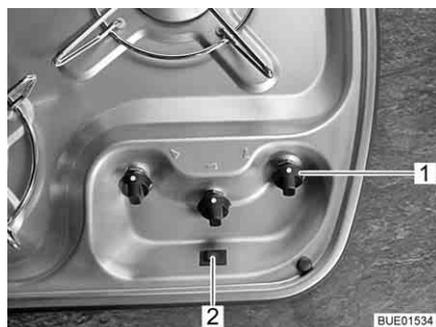
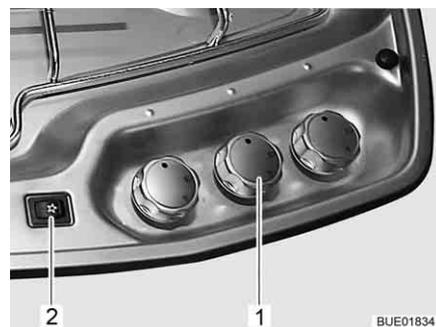

Fig. 210 Elementi di comando del fornello a gas (Viseo)
Fig. 211 Elementi di comando del fornello a gas (Elegance)
- Girare il pomello girevole (Fig. 210,1 o Fig. 211,1) degli apparecchi a fiamma libera desiderati in posizione accesa (fiamma alta).
- Premere il pulsante per l'accensione (Fig. 210,2 o Fig. 211,2). Sul bruciatore vengono prodotte scintille.